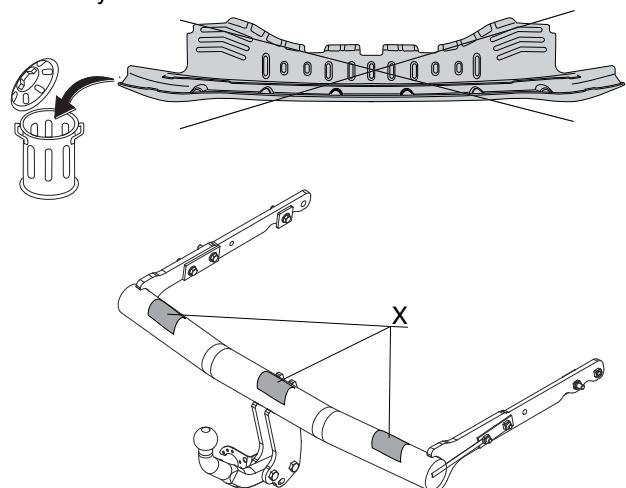

Fig.3
10. Place the 3 PE foam blocks (X). See figure 3.
10. Die drei PE-Schaumblöcke (X) einsetzen. Siehe Abbildung 3.
10. Placer les trois blocs de mousse en polyéthylène (X). Voir la figure 3.
10. Anbring de tre PE skumblomme (X). Se fig. 3.